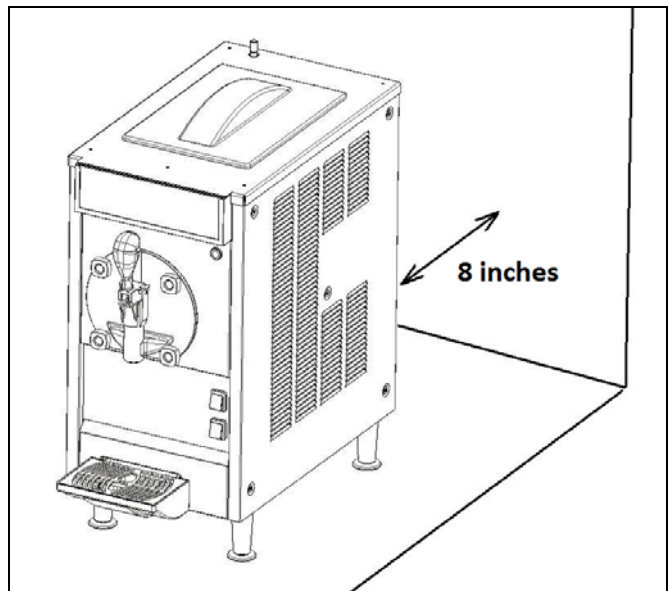

Fig. 2
b) Appoggiare l'apparecchio su una superficie piana facendo in modo che la carrozzeria dell'apparecchio sia ben areata, lasciare almeno 8 inch di spazio libero su tutti i lati in modo da permettere una buona areazione (fig.2).